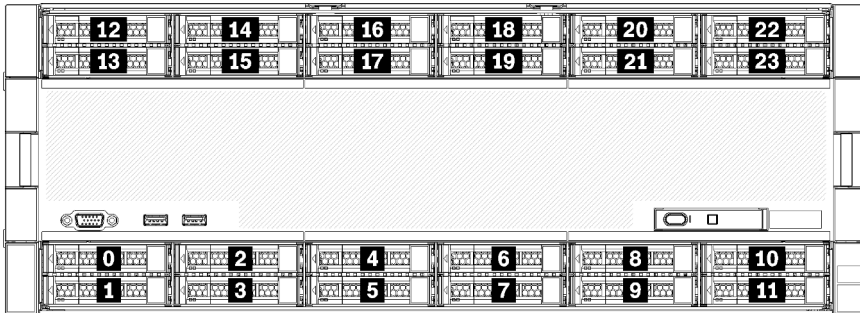

Figura 5. Ubicaciones de bahías de unidad
- Las dos unidades superiores admiten unidades de interfaz SAS, SATA o NVMe (Lenovo AnyBay). El servidor puede admitir hasta 12 unidades NVMe, según la configuración del servidor. Las bahías de unidad con capacidades NVMe son las bahías pares, como se muestra en Figura 5 “Ubicaciones de bahías de unidad” en la página 17.